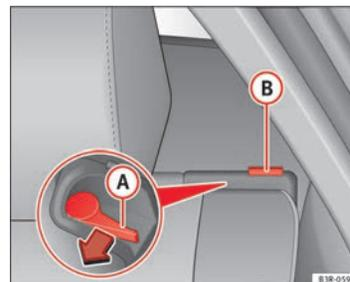

Fig. 116 Palanca de desbloqueo del respaldo
- Oprima la palanca de desbloqueo (A) ⇒ fig. 116 en la dirección de la flecha.